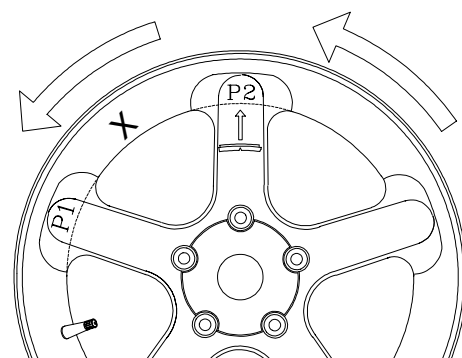

Figure 35
8. L'afficheur indique "SPO 2". Localiser le deuxième rayon le plus proche du centre supérieur et faire tourner la roue dans la position du centre supérieur, appuyer sur le bouton F de nouveau pour mémoriser la position. Voir Figure 35.